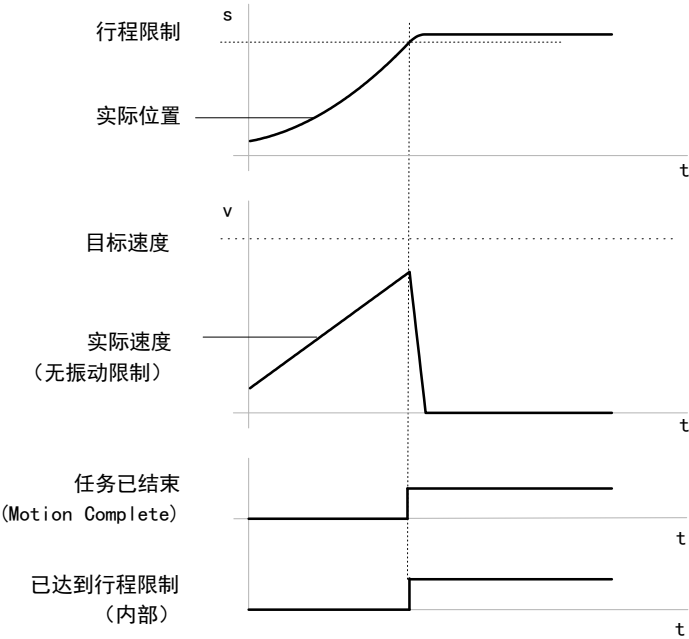

Fig. 2.8 带行程限制的速度模式（首先达到行程限制）
– 首先达到行程限制 (示例 → Fig. 2.8)	设置信号“达到行程限制”。 用经参数设置的 Quick-Stop 减速度对驱动器进行制动。 即使尚未达到目标速度，仍将置位“Motion Complete”信号。 开环控制运行：保持在目标位置，并可通过设置好的保持电流将驱动器保持在所达到的位置。 闭环控制运行：驱动器保持停止并可进行位置调节。